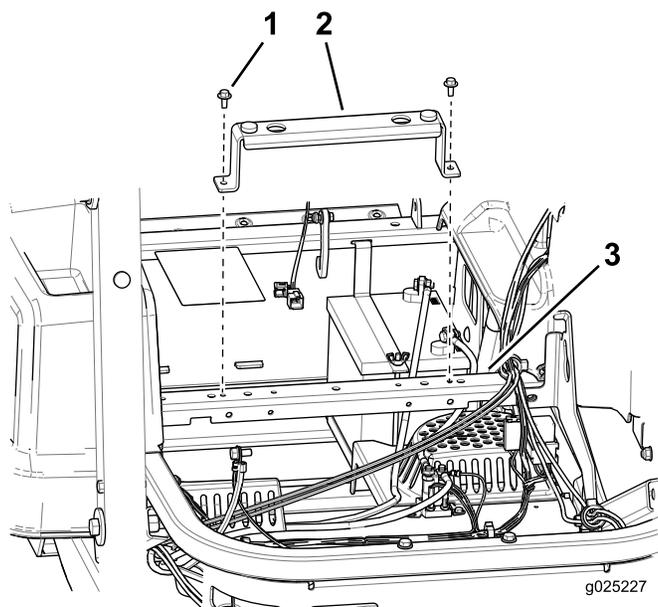

Figura 5
4. Montate il supporto del sedile al telaio della macchina utilizzando 2 bulloni autofilettanti (1/4 x 1/2 poll.) (Figura 5).